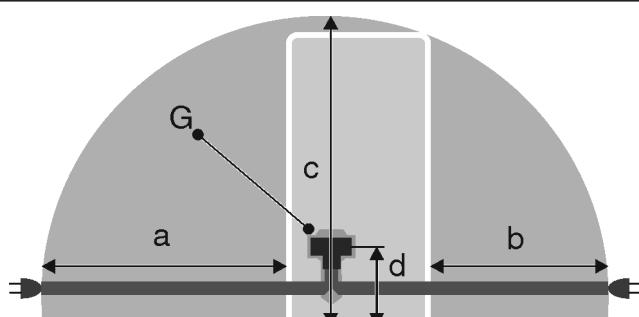

Fig. 55 *
- Розетка находится не за устройством, а в зонах a или b *Fig. 55 (a, b, c)*.
- Штекер устройства *Fig. 55 (G)* подсоедините с задней стороны устройства. Следите за правильной фиксацией.